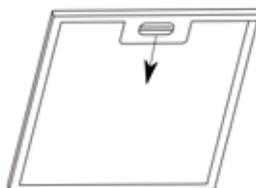

Fig. 44
- Retirar um filtro de cada vez, segurando por baixo com uma das mãos e puxando a trava em direção à parte posterior da coifa ou do filtro (fig. 44).